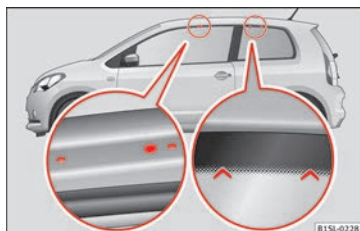

Fig. 74 Pontos de fixação dos suportes básicos e do porta-bagagens do tejadilho em veículos de duas portas.
» **Fig. 74** (imagem ampliada esquerda). Os orifícios e as marcas só se veem quando a »
pota está aberta. As marcas para a fixação dos suportes básicos traseiros encontram-se na parte superior dos vidros » **Fig. 74** (imagem ampliada direita).
- O suporte básico deve fixar-se exclusivamente nos pontos indicados na ilustração » **Fig. 74**.